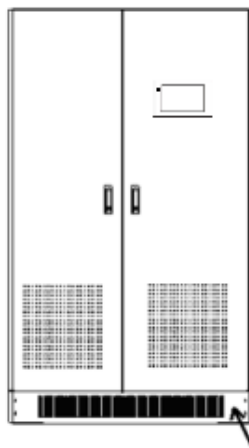
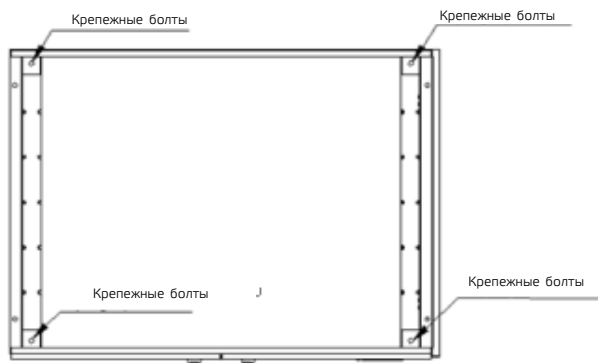

Рис. 3-6: Схема расположения панели
Рис. 3-7: Схема расположения отверстий под винты на шкафу и поддоне
4. Прежде чем снять шкаф с деревянного поддона, удалите крепежные винты. Снимите переднюю и заднюю панели в нижней части шкафа ИБП, чтобы найти винты, крепящие шкаф к деревянному поддону, как показано на рис. 3-6 и рис. 3-7;